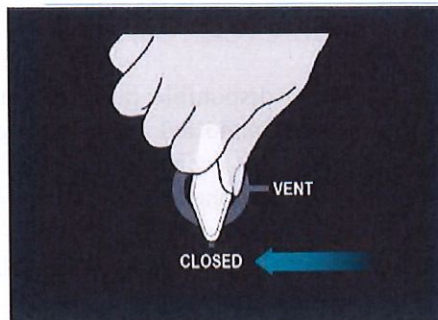

Figura 8. Válvula Vent (Purga) - Totalmente cerrada
1. En la parte posterior de la consola, asegúrese de que la válvula Vent (Purga) esté en la posición CLOSED (Cerrada) (consulte la Figura 8).